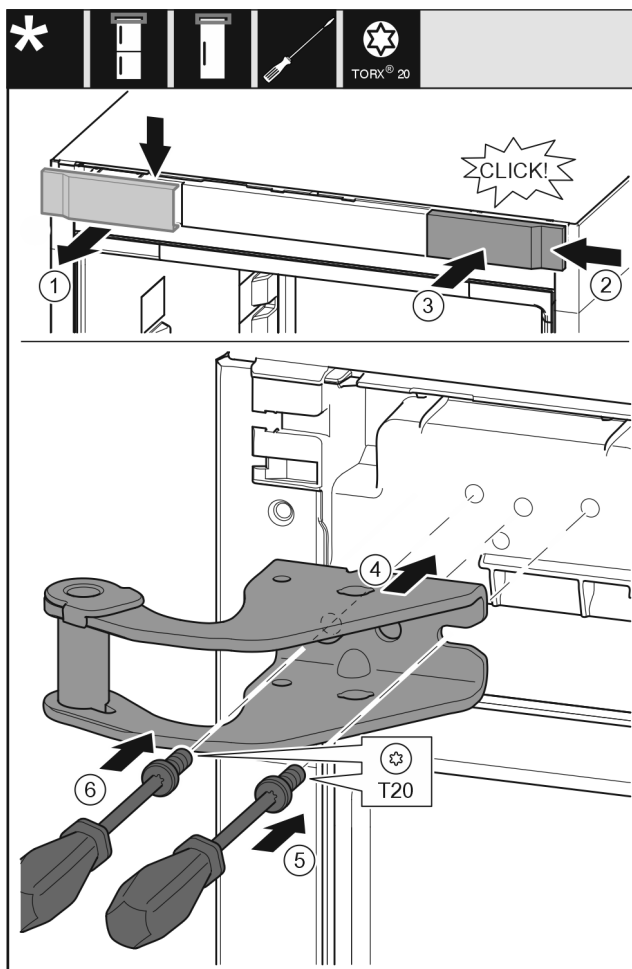

Fig. 14
- Rimuovere la copertura Fig. 14 (1) dall'alto in avanti.
- Agganciare da destra la copertura Fig. 14 (2) ruotata di 180° sull'altro lato.
- Innestare la copertura Fig. 14 (3).
- Applicare il blocco di supporto superiore Fig. 14 (4).
- Applicare la vite Fig. 14 (5) con un cacciavite e serrarla.
- Applicare la vite Fig. 14 (6) con un cacciavite e serrarla.